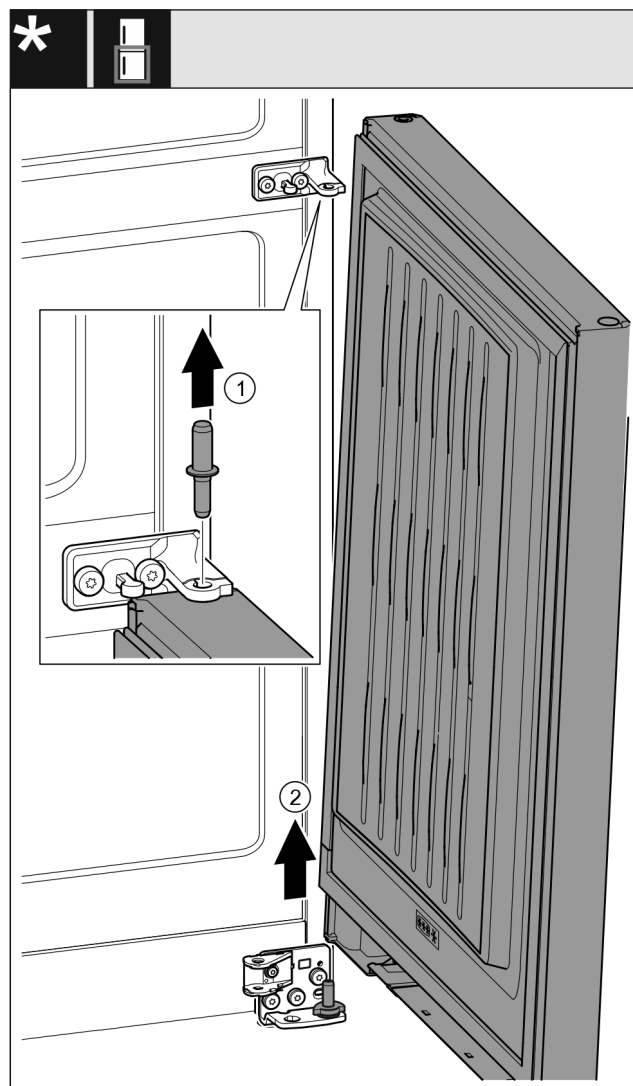

Fig. 32 Con ammortizzatore di chiusura\*
- Estrarre il perno Fig. 32 (1) verso l'alto.\*
- Ruotare all'esterno la porta Fig. 32 (2), tirarla verso l'alto e disporla a lato.\*